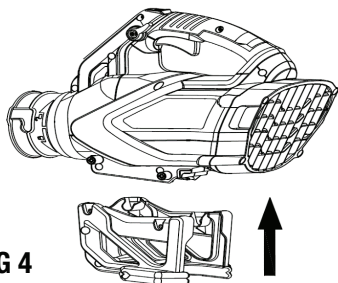

FIG 4
1. Placez la cartouche de batterie juste sous le boîtier de la souffleuse comme indiqué à la Fig. 4.